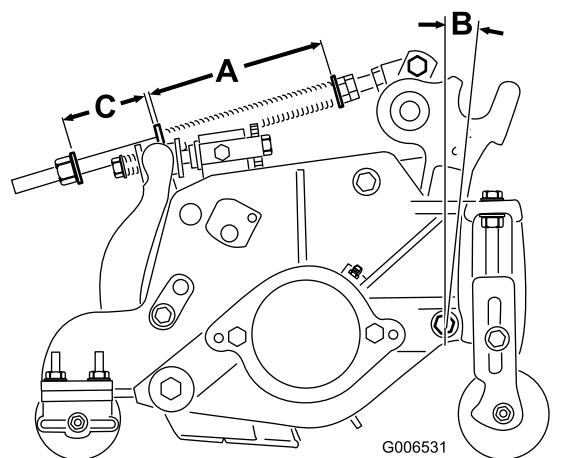

Figure 20
Le ressort de compensation (Figure 20) transfère aussi le poids du rouleau avant au rouleau arrière. Cela évite la formation de « vagues » à la surface du gazon.
1. Serrez le contre-écrou à l'arrière de la tige de ressort jusqu'à obtenir un écartement (C) de 51 mm entre l'arrière du support du ressort et l'avant de la rondelle (Figure 20).
2. Serrez les écrous hex. sur l'extrémité avant de la tige de ressort jusqu'à ce que la longueur du ressort comprimé (A) soit égale à 15,9 cm (Figure 20).
Remarque: Lorsque vous tondez une surface gazonnée ondulée, augmentez la longueur du ressort comprimé (A) ainsi que la largeur de l'écartement (C) à 13 mm (Figure 20).